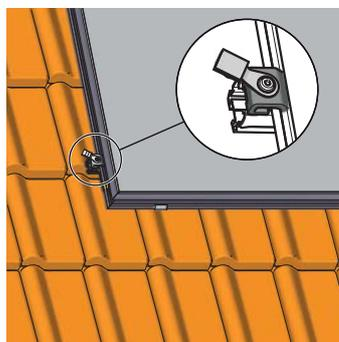

Fig. 3-21 Étape 6a -
- a)  du raccord de retour dans le profilé de montage et serrez-la avec une clé Allen (fig. 3-21).